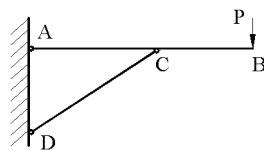

图 2-1
2. 图 2-1 结构中，AB 杆将发生的变形为\_\_\_\_\_。